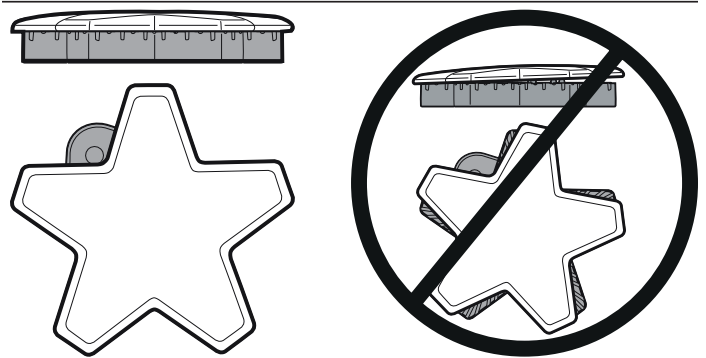

Figure 6 : Chapeau de brûleur correctement et incorrectement placé
- Vérifiez chaque brûleur pour vous assurer qu'il n'y a pas d'espace entre le chapeau et la base du brûleur. Voir *Figure 6* pour des exemples de chapeau de brûleur correctement ou incorrectement placés.
- Vous pouvez essayer de déplacer délicatement les chapeaux des brûleurs latéralement pour vous assurer qu'ils sont placés correctement sur leur base. Lorsqu'ils sont bien placés, les chapeaux des brûleurs sont droits sur la base et couvrent complètement la base du brûleur en forme d'étoile lorsque vous les regardez d'en haut, comme sur la *Figure 6*.